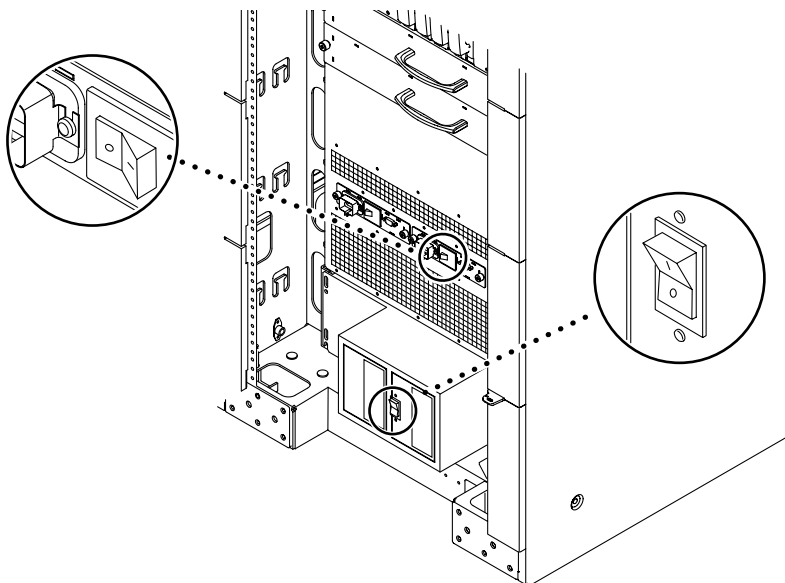

FIGURE 2-13 Emplacement des interrupteurs du système Sun Fire 6800
- b. **Mettez les interrupteurs de CA des RTU, situés à l'avant et à l'arrière du système, en position off** (FIGURE 2-13).
4. Mettez les interrupteurs RTS en position on (FIGURE 2-13).
5. Mettez les interrupteurs du boîtier d'alimentation en CA en position on (FIGURE 2-13).